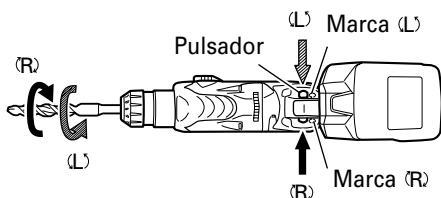

Fig. 9
5. Confirmar la dirección de rotación de la broca (Fig. 9)
La broca gira hacia la derecha (vista desde atrás) al oprimir el lado R (dcha.) del botón pulsador. El lado L (izda.) del botón pulsador se utiliza para hacer que la broca gire hacia la izquierda. (Vea la Fig. 9) (Las marcas (L) y (R) están en el cuerpo.)